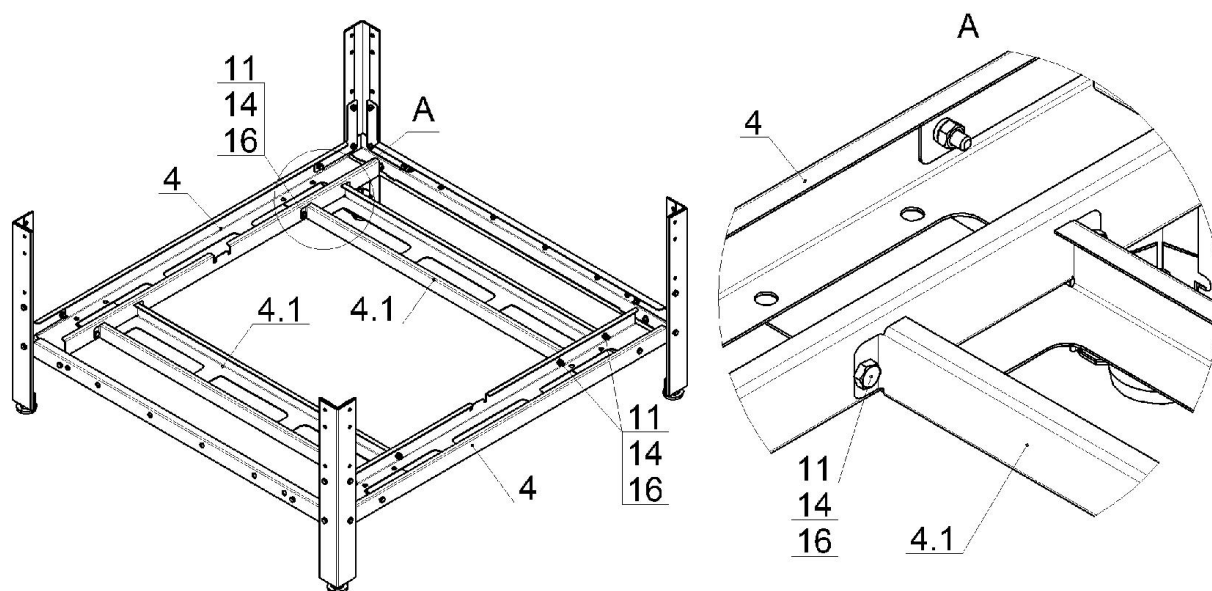

Рис.4
4. Закрепить профили поперечные, нижние, поз.4.1 на профилях боковых, нижних, поз.4 при помощи болтов, гаек и шайб, поз.11, 14 и 16, гайки не затягивать, как показано на рис.4: